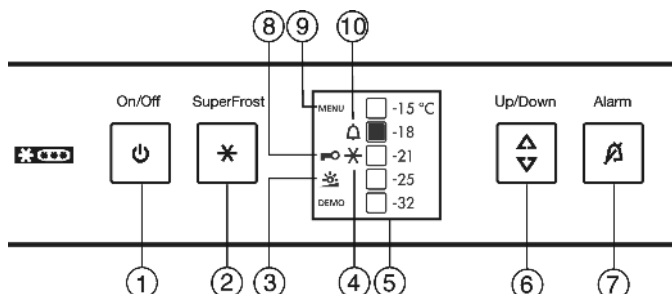

Fig. 3
- Das Symbol SuperFrost Fig. 3 (4) blinkt zusammen mit der Temperaturanzeige.